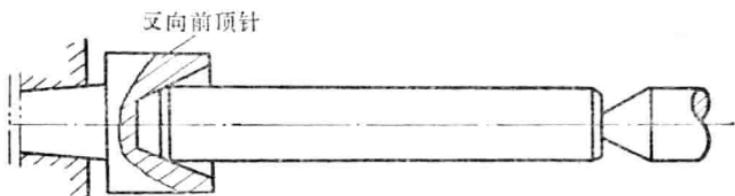

图4 反向前頂針（即不停車夾具）。
(4) 对于精度要求较低的轴类零件，可以采用反向前顶针的快速安装法。在主轴锥孔中插一反向前顶针（如图4），顶针上车一锥孔。安装时，把轴的右端中心孔与后顶针接触，并摇动尾架手轮，使工件左端与反向顶针的锥孔靠紧，这时随主轴转动的反向前顶针通过锥孔而带动工件旋转。当然工件的两端必须先倒好角。采用这种安装法可以节省很多装卸时间，但在装卸时必须注意安全。